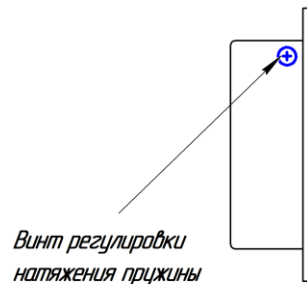

**Рис.3**
5.1. Для включения блокировки, при утопленном в корпус замка кулачке, повернуть ручку блокировки **против часовой стрелки** до упора. (Рис.3)
4.2. Для чёткой работы замка зазор между замком и запорной планкой при закрытой двери должен составлять 3-5мм (Рис.3). Засовы должны свободно входить в отверстия в запорной планке.